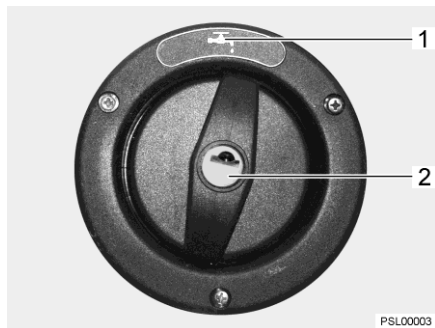

Fig. 95 Tapa de cierre para el tubo de llenado de agua potable
El tubo de llenado de agua potable está identificado con el símbolo "☒" (Fig. 95,1). La tapa de cierre se abre o cierra con la llave para las cerraduras de trampilla exteriores.
- Introducir la llave en el cilindro de cierre (Fig. 95,2) y girarla un cuarto de vuelta en sentido contrario a las agujas del reloj.
- Abrir el tubo de llenado de agua potable (Fig. 95).